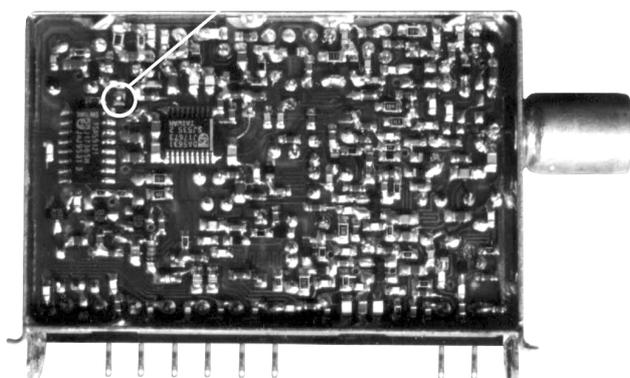

Рис. 1. Нарушение пайки в тюнере
Модель KV-M2540. Дефект выглядит следующим образом: сначала с прогревом с правой стороны экрана появляются хаотические белые полосы, затем они исчезают. Но может быть и так, что полосы появляются, когда телевизор холодный, а затем пропадают. Через некоторое время телевизор перестанет включаться, а светодиод на передней панели моргает 13 раз. Согласно сервисной инструкции, неисправен тюнер. Оказывается, в нем нарушаются пайки дросселей (рис. 1).
В настоящее время подавляющее большинство видеомагнитофонов фирмы Panasonic серий SD, HD, HS и видеоплееров серий HR, SR строится на основе К-механизма, доказавшего свою надежность и долговечность в эксплуатации при относительной простоте. Внешний вид механизма с верхней стороны дан на рис. 1, с нижней — на рис. 2. В скобках указаны номера деталей, необходимые при их заказе или покупке.
1. Устанавливается шестерня связи с механизмом загрузки кассеты и фиксируется разрезной шайбой (рис. 1).